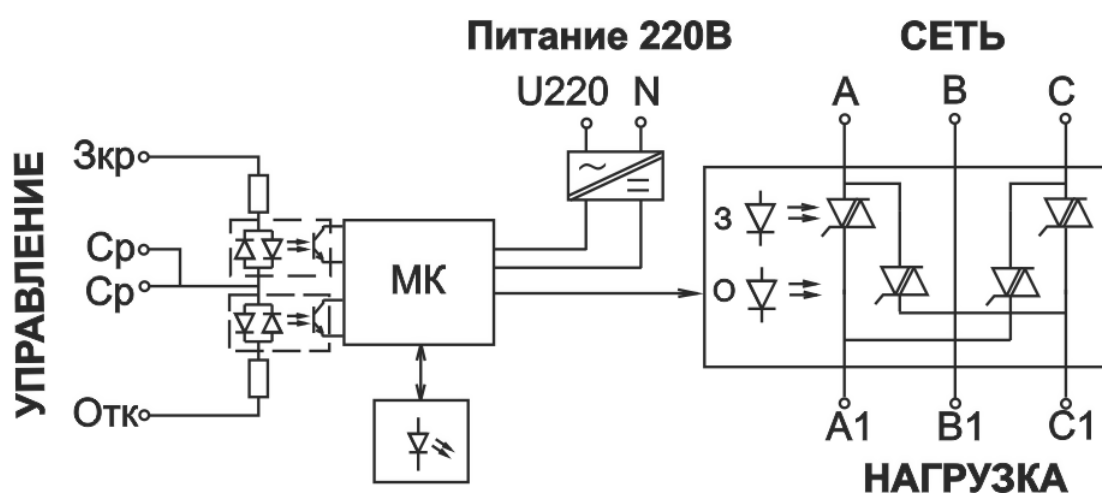

Рисунок 1 – Функциональная схема пускателей МСТ-300P/220 и МСТ-301P/220
1.3.5 Питание схемы управления пускателя осуществляется от двух клемм: «U220» и клеммы «N» (рис.1). Напряжение между этими клеммами должно быть 220В +10%/-15%.